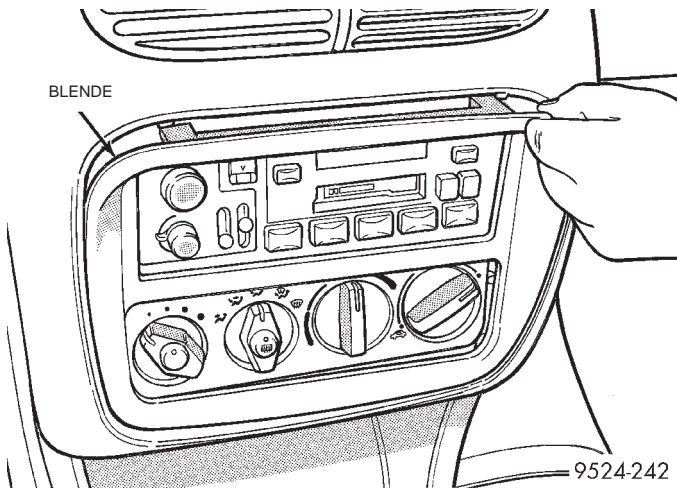

Abb. 29 Steuergerät
- (1) Vor dem Ausbau des Steuergeräts die Zündung ausschalten.
- (2) Blende abbauen (Abb. 29).